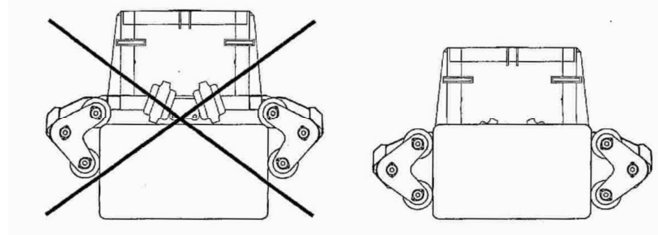

Abb. 20
- A) Beim Beladen kleiner Quaderballen ist es wichtig, dass die Walzen so dicht wie möglich über den Boden abgesenkt werden. Auf diese Weise haben alle vier Walzen an den Seiten des Ballens „Griff“. Wenn sich zwei Walzen über den Ballen bewegen, kann die Maschine ihn nicht laden (siehe Abb. 20). Ggf. muss die Stellung der Walzen mit den Begrenzungsketten justiert werden.